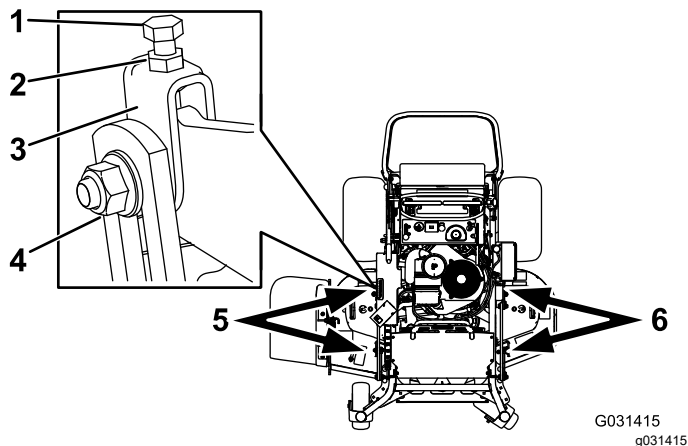

Figura 88
1. Desaperte a porca lateral e a porca de bloqueio nas forquilha que quer ajustar (Figura 88).
2. Rode o parafuso superior para ajustar a altura da plataforma do cortador (Figura 88).